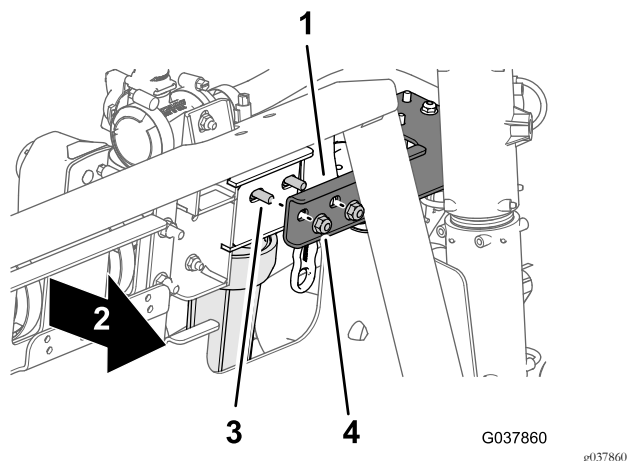

Figura 64
5. Na parte da frente do suporte do coletor, alinhe os furos no suporte da válvula de corte (Figura 64) com os dois parafusos (5/16 x 3-3/4 pol.).
- Monte o suporte da válvula de corte no suporte do coletor (Figura 64) com as duas porcas de bloqueio flangeadas que removeu no passo 3 e aperte-as com 1978 a 2542 N m.